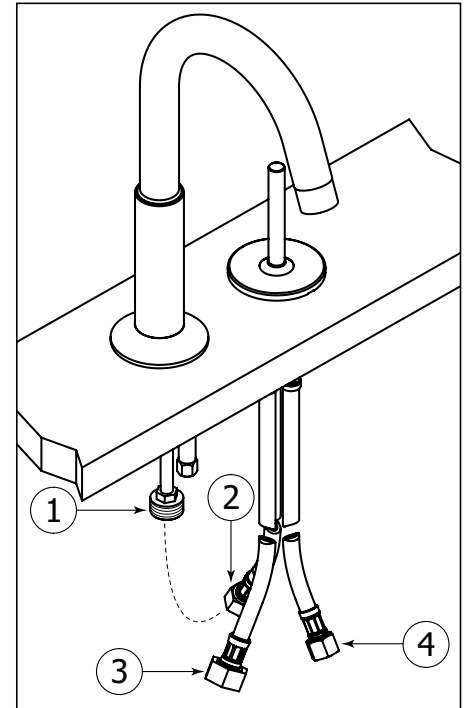

Fig.3
Connect the mixer water hose (2) to the water inlet (1) as shown (Fig. 3).
Raccorder le boyau d'eau mélangée (2) au raccord du robinet (1) tel qu'illustré (Fig. 3).